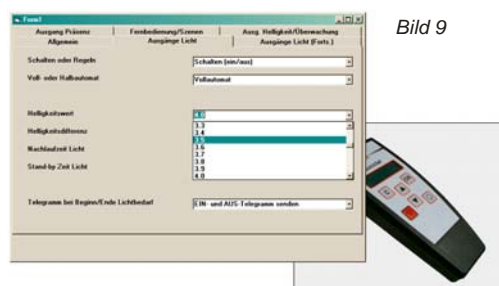

Bild 9
- Der Wert, bei dem der Melder nicht mehr Fehlerblinker zeigt, sondern gerade flackert (z.B. 4.1), muss im Parameterfenster der ETS als Helligkeitswert eingetragen werden (Bild 9).